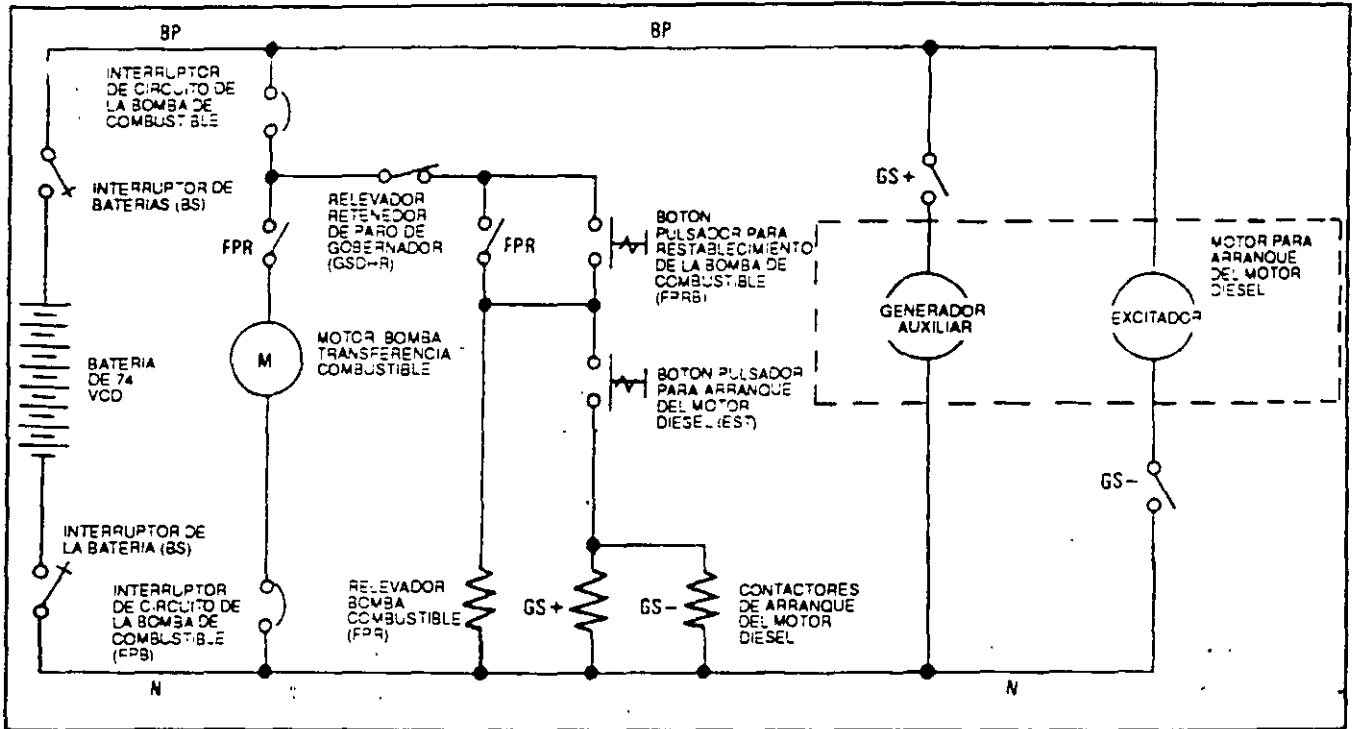

FIG. 10. SISTEMA SIMPLIFICADO DE ARRANQUE DEL MOTOR DIESEL Y DE LA BOMBA DE COMBUSTIBLE (1 DE 4). E-27230B-S
Antes de oprimir el botón pulsador de Arranque del Motor Diesel (EST) para arrancar al motor diesel, debe ser activado el motor de la bomba de combustible para que suministre combustible al motor diesel. Esto se logra cerrando el Interruptor de Baterías (BS) y el Interruptor del circuito de la Bomba de Combustible (FPB), Fig. 10.